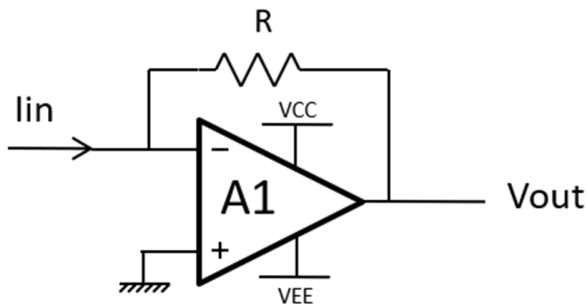
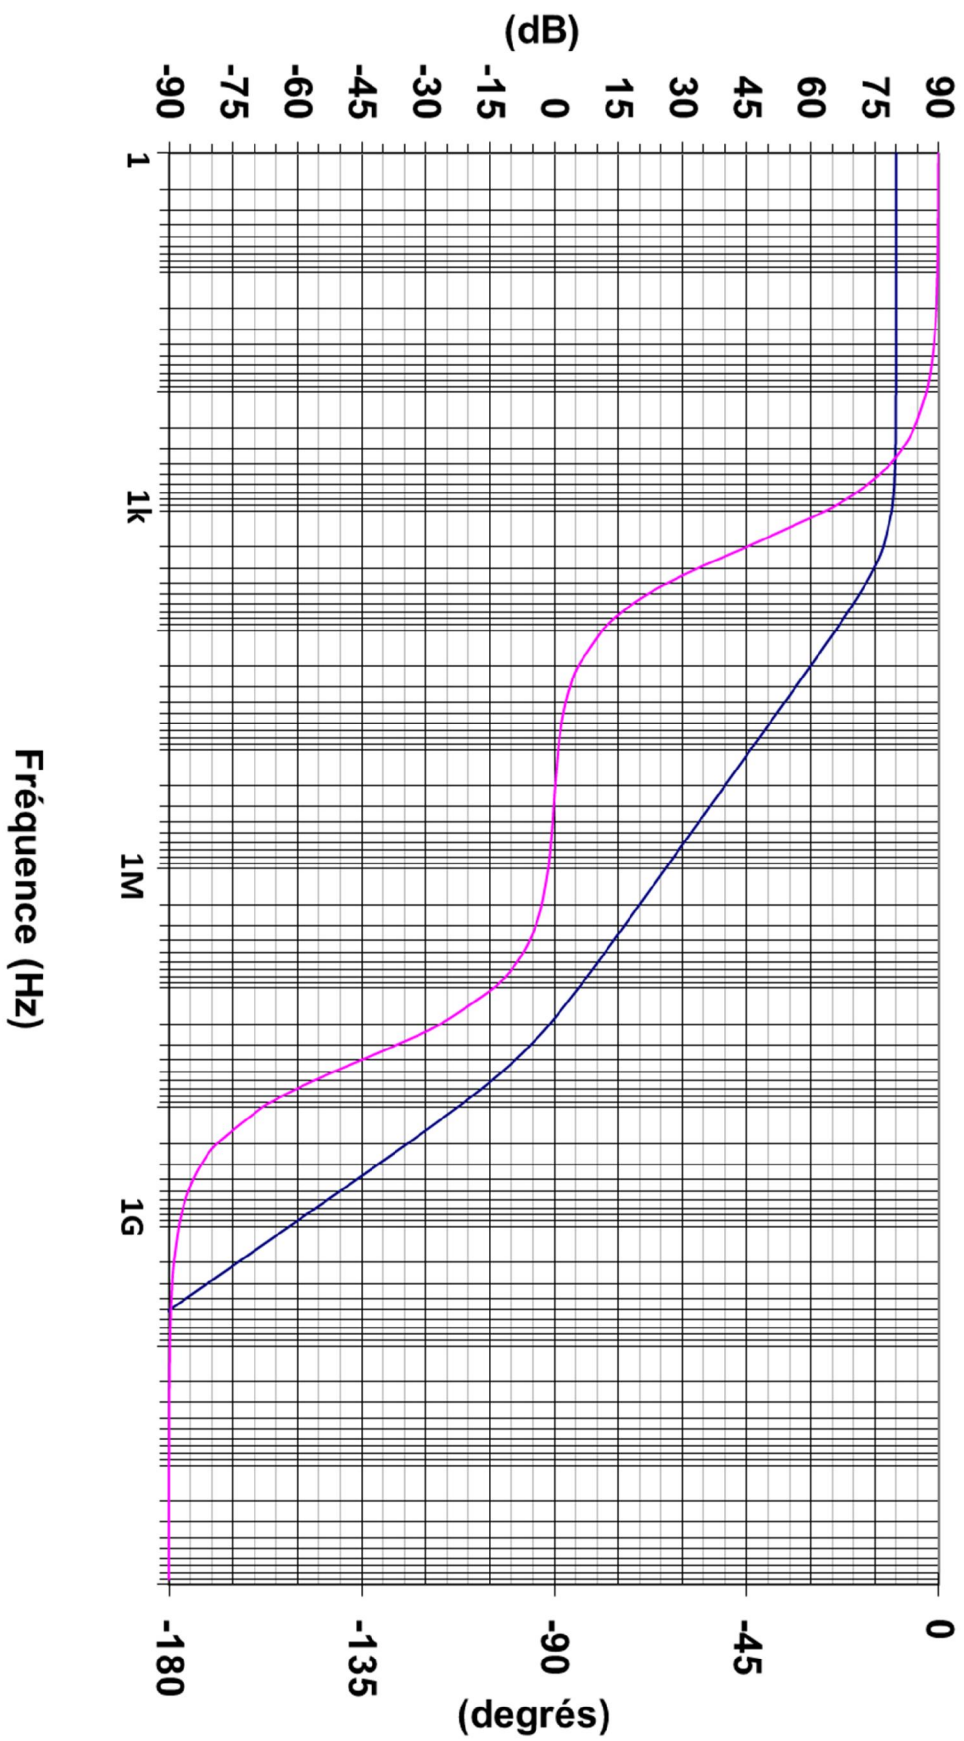

Figure 9
Figure 10
L'ensemble des questions ci-dessous porte sur le circuit de la figure 9 avec $R = 100\Omega$. Les caractéristiques de l'amplificateur opérationnel A1 sont données dans le tableau ci-dessous et sur la courbe de la figure 10.
- La valeur trouvée précédemment est-elle cohérente avec le circuit de la figure 9 ?